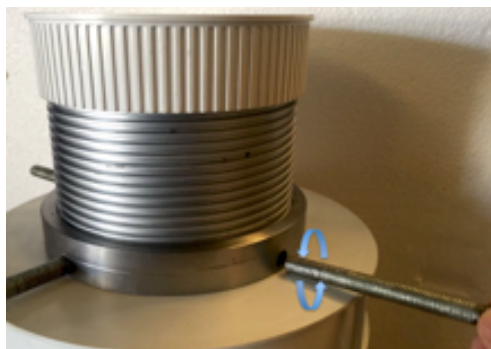

Fig. 1
- Não retire o conjunto estanque (tampa (1) e anilha (3)) para a sua instalação mas extraia previamente a porta, assim evitará a entrada de substâncias que danifiquem o sistema de abertura.
- Coloque os 4 eixos de segurança (6) aparafusando a anilha de segurança (fig.1).